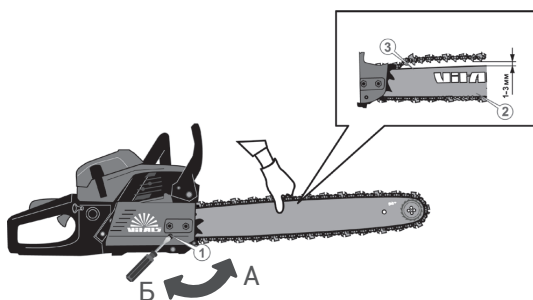

Рисунок 8. Схема перевірки натягу ланцюга.
3. Виміряти зазор між напрямною ланцюга (3, рис. 8) та різальним ланцюгом (2, рис. 8). Зазор повинен бути в межах 1–3 мм, а сам ланцюг повинен легко рухатися від руки уздовж паза шини.
5.1.6.2 Регулювання натягнення ланцюга (рис. 8).
3. Для зміни натягу ланцюга плавно повернути викруткою гвинт регулювання (1, рис. 8) у напрямку стрілки «А» або «Б» (рис. 8), щоб послабити або натягнути ланцюг. Під час обертання гвинта штифт натягу ланцюга рухається в пазу притискної кришки, тягнучи за собою шину та ланцюг.